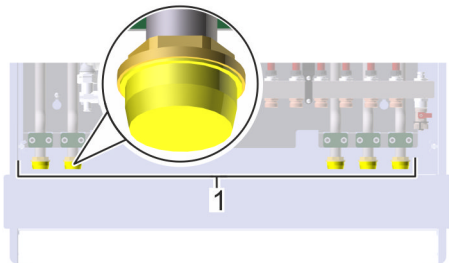

Abb. 47: Schutzkappen entfernen
2. ➔ Schutzkappen der Rohre (Abb. 47/1) entfernen.